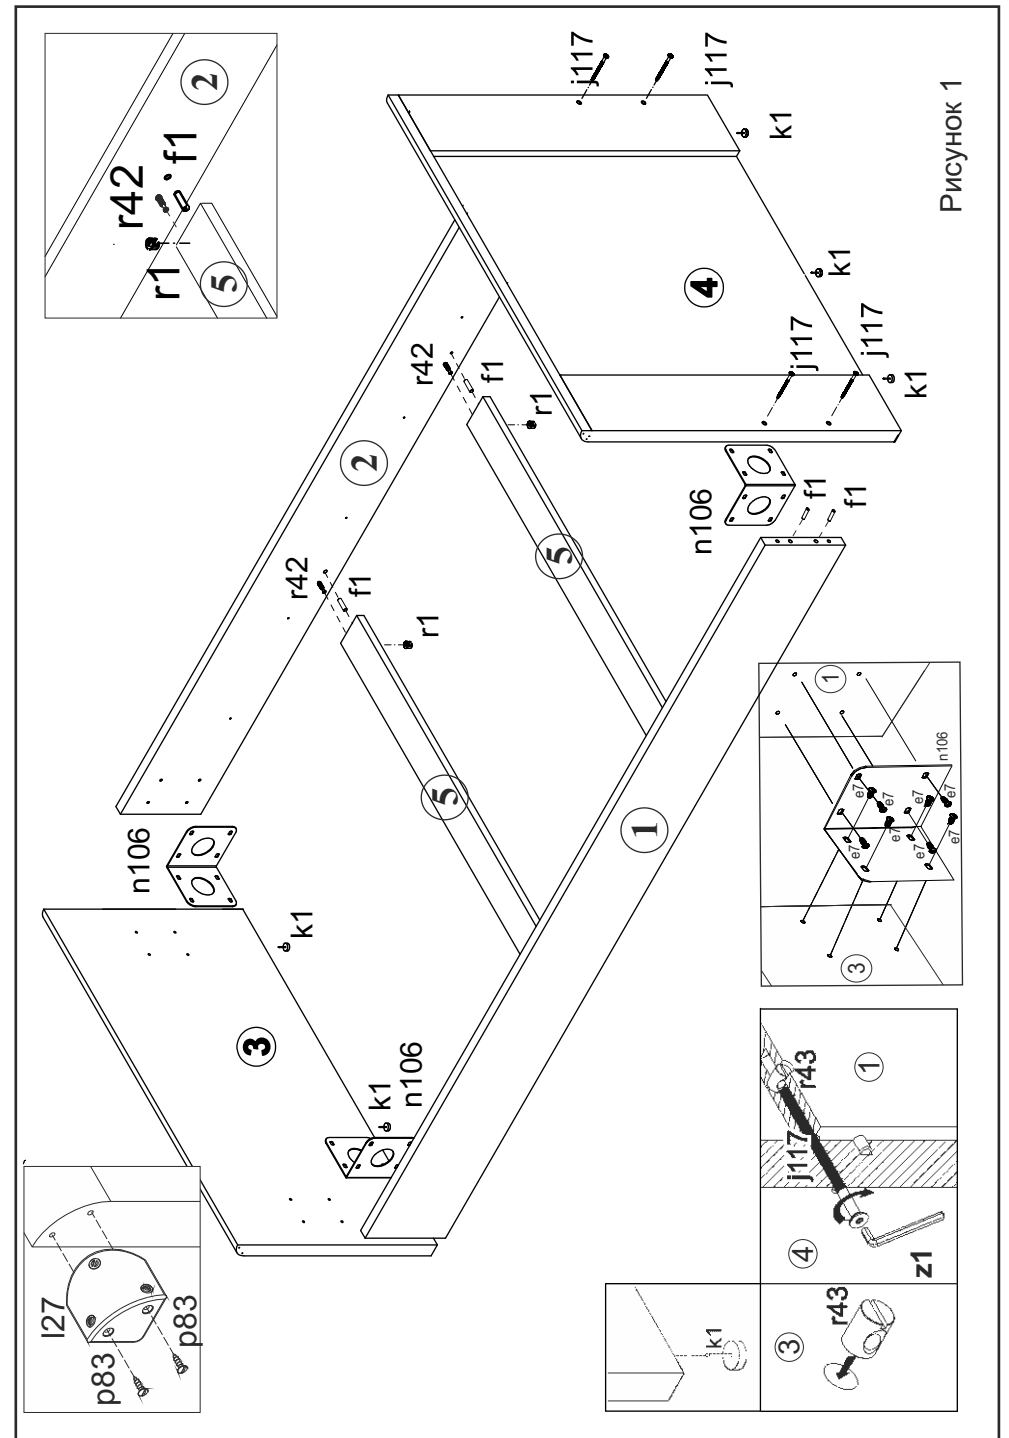

Рисунок 1
9. Соединить стенки боковые 1, 2 со спинками кровати 3, 4 при помощи винтов j117 и гаек r43, а также при помощи уголков n106 и еврошурупов e7 (см. рис. 1).
2. В отверстия  $\text{Ø}8 \text{ мм}$  на боковых поверхностях цоколей 5 и стенках боковых 1, 2 вбить шканты f1 (см. рис. 1).
3. В отверстия  $\text{Ø}15 \text{ мм}$  на цоколях 5 вставить стяжки эксцентриковые r1 (см. рис. 1).
4. В отверстия  $\text{Ø}10 \text{ мм}$  на стенках боковых 1, 2 вставить гайки r43 (см. рис. 1).
5. В отверстия  $\text{Ø}5 \text{ мм}$  на стенках 1, 2 еврошурупами e7 закрепить уголки металлические n106, (см. рис. 1).
6. В отверстия  $\text{Ø}5 \text{ мм}$  на стенках боковых 1, 2 вкрутить винты стяжки r42 (см. рис. 1).
7. На нижних кромках спинок передней и задней 1, 2 установить опоры (подпятники) k1 (см. рис. 1).
8. Соединить стенки боковые 1, 2 с цоколями 5 при помощи стяжек r1 (см. рис. 1). Затянуть стяжки